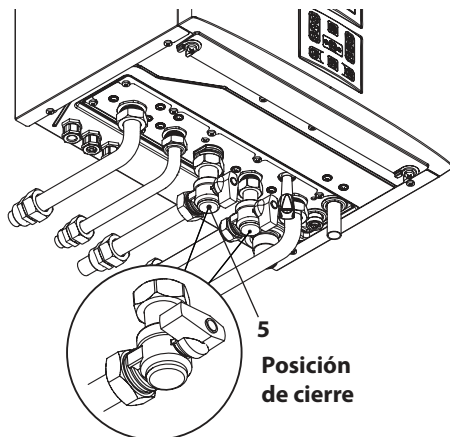

Figura 6.2
- Vuelva a cerrar la llave del gas 5 en la Figura 6.2.